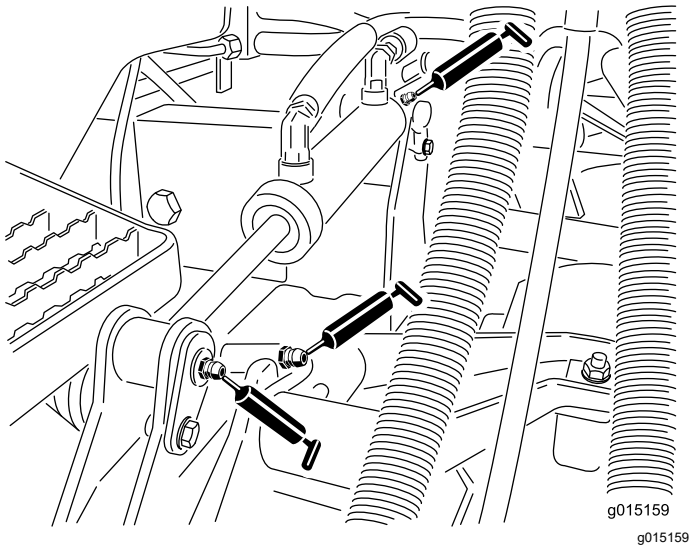

Figura 50
- Boccole (1 per piatto di taglio) del braccio di sollevamento (Figura 50).
- Boccole (2 per piatto di taglio) del braccio di sollevamento (Figura 50).